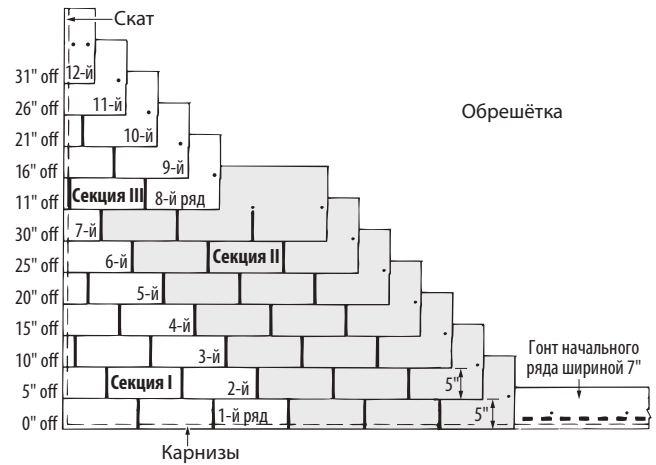

Рис. 13-9. Метод укладки с отрезанием по пять дюймов и монтажом с уступом по диагонали.
1. В начале «Секции I» уложите целый гонт в левом нижнем углу крыши. Язычки гонта должны быть размещены вровень с гонтом начального ряда, и каждый гонт должен быть закреплён четырьмя гвоздями (Рис. 13-9).
**ГОНТЫ «СЕКЦИИ II»:** Все гонты «Секции II» оставляются целыми. Эти гонты будут уложены встык с гонтами «Секции I», с которой начинаются ряды с первого по седьмой. Закрепите все гонты обычным образом (Рис. 13-9).
1. Начните укладку «Секции III» в восьмом ряду с гонта, который был обрезан с левого края на 28 см. Уложите кусок шириной 63,5 см над гонтами седьмого ряда, расположив его вровень с левым краем гонта седьмого ряда и оставив гонт седьмого ряда открытым на 12,7 см. Закрепите гонт в двух стандартных местах, а также на расстоянии 3,2 см внутри от левого края (Рис. 13-9).
- Последующие четыре ряда, до двенадцатого ряда включительно, должны начинаться с гонта, который на 12,7 см короче, чем первый гонт предыдущего ряда. Таким образом, первый гонт девятого, десятого, одиннадцатого и двенадцатого рядов будут иметь длину 50,8 см, 38,1 см, 25,4 см и 12,7 см, соответственно. Если у вас возникли затруднения, обратитесь к схеме на Рис. 13-9. Обратите внимание, что открытый участок гонта в каждом ряду должен составлять 12,7 см. Закрепите гонт в стандартных местах и на расстоянии 3,2 см от каждого края. Уложите ряды по всей длине крыши с помощью целых гонтов.